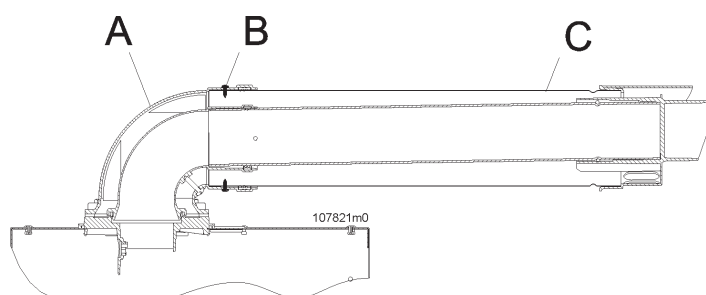

Figura 5-26 - Posizionamento del condotto coassiale
**ATTENZIONE!!!** Seguire scrupolosamente le fasi di installazione del condotto coassiale come illustrato in Figura 5-26.